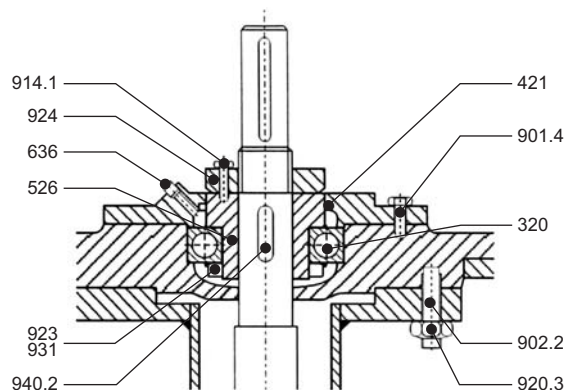

Fig. 11
01. La holdura axial entre el rodete (230) y la tapa de presión (163) debe ser ajustada, utilizándose la tuerca de ajuste (924)-Vea fig.11. Para esto, apretar la tuerca hasta el rotor se apoyar en la tapa de presión.